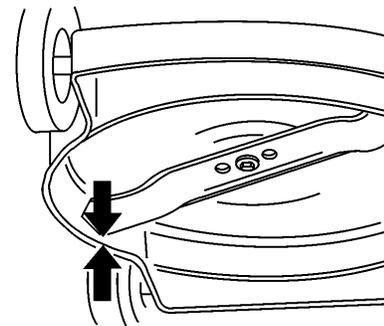

Figure 27
2. Mesurer la distance entre le bord inférieur du carter de la tondeuse et l'extrémité de la lame (Fig. 27). Faire tourner la lame à 180° et mesurer l'autre extrémité.